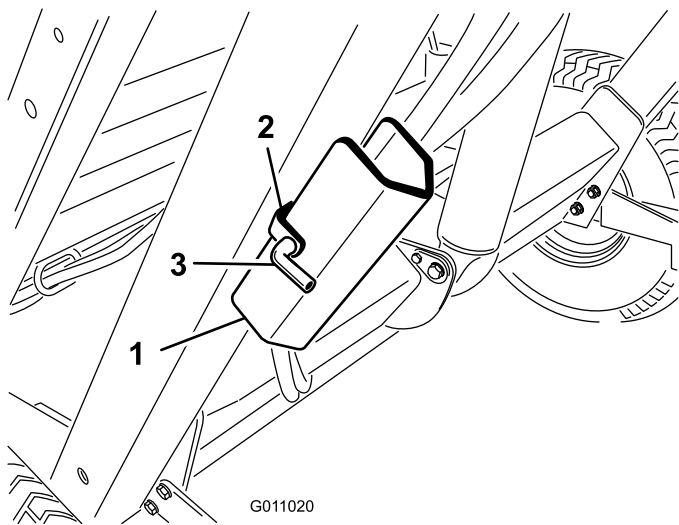

Рисунок 26
2. Снимите игольчатый шплинт и штифт крепления предохранительной опоры к кронштейну хранения на раме машины (Рисунок 26). Снимите предохранительную опору.